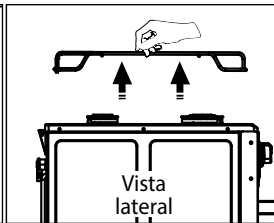

Figura 58
- 1.2 Levante la parrilla de forma perpendicular para evitar realizar esfuerzos en los orificios de la mesa (Ver figura 58), forma correcta de retirar la parrilla.